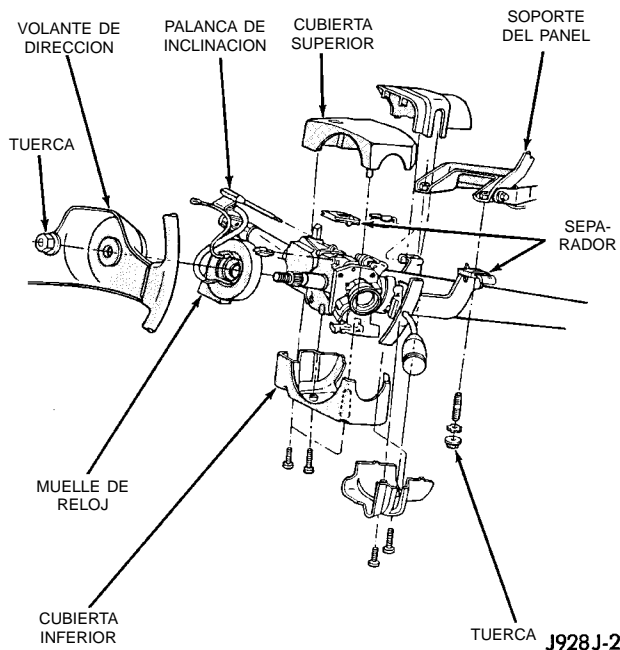

Fig. 13 Desmontaje/instalación de las cubiertas de la columna de dirección-característico
- (8) Retire la rodillera/cubierta de la columna de dirección del vehículo.
- (9) Retire las cubiertas superior e inferior de la columna de dirección (Fig. 13).